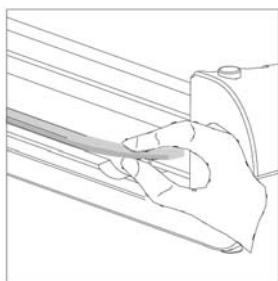

Fig. 6
- 2 Retirez la bande de la rainure sur l'autre extrémité (Fig. 6).